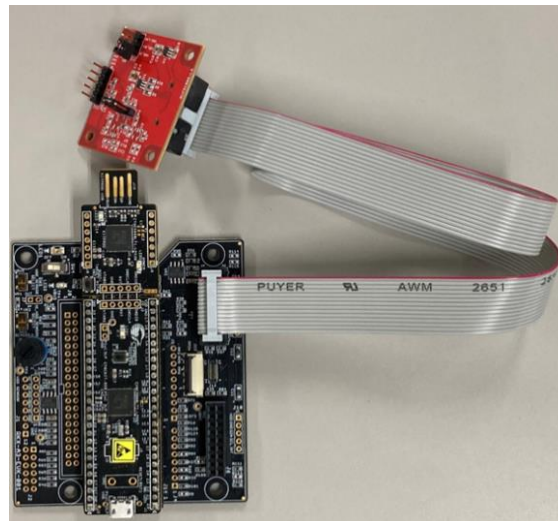

Figure 7. リボンケーブルを用いた接続
- リボンケーブルを用いて BU79100G-LA-EVK-001 を RKX-EVK-001 に接続することも可能 (Figure 7)